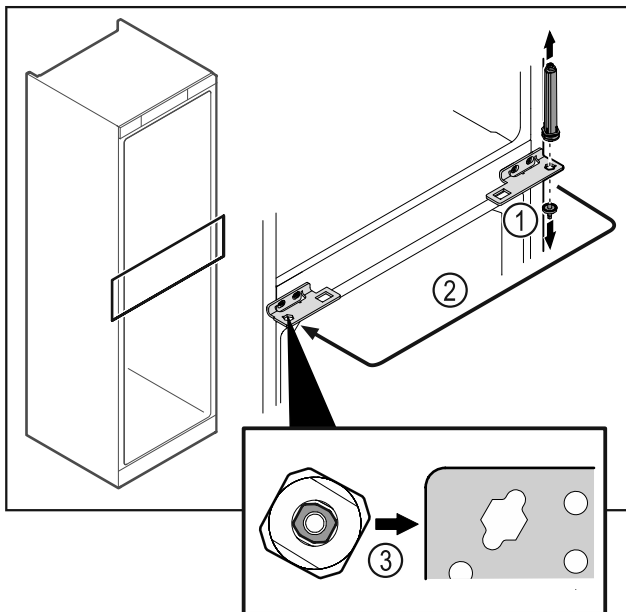

Fig. 47
- ▶ Dévisser l'axe de la charnière Fig. 47 (1).
- ▶ Changer le système de fermeture de la porte Fig. 47 (2) de côté.
- ▶ Lors de l'insertion de l'axe, veiller à ce que son chanfrein Fig. 47 (3) soit du côté du trou rond.